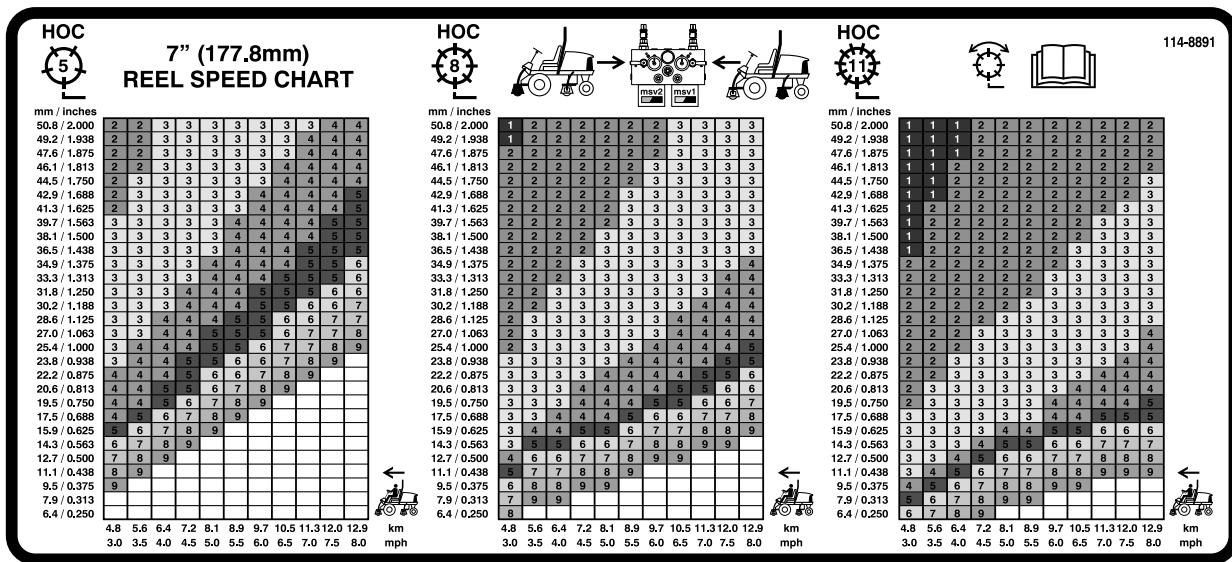
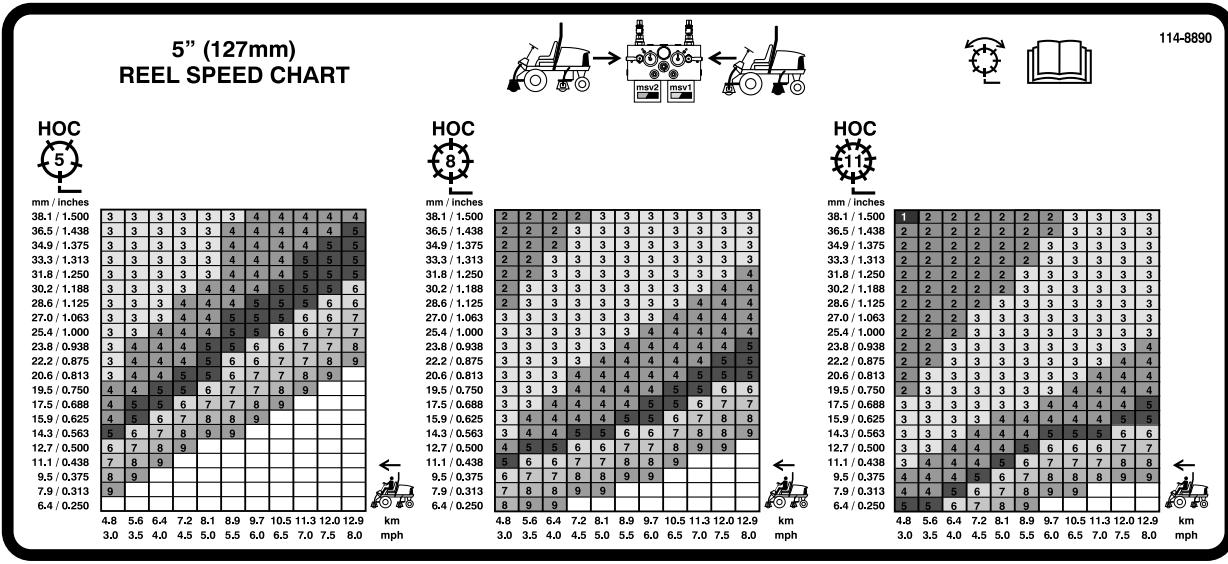

Рисунок 41
Рисунок 42
3. Используя подходящий график на табличке 110-0996 (Рисунок 41) для моделей Reelmaster 5510 и 5610 с 7-дюймовыми режущими блоками или на табличке 110-8923 (Рисунок 42) для моделей Reelmaster 5210 и 5410 с 5-дюймовыми режущими блоками, для определения правильной настройки скорости вращения барабана.